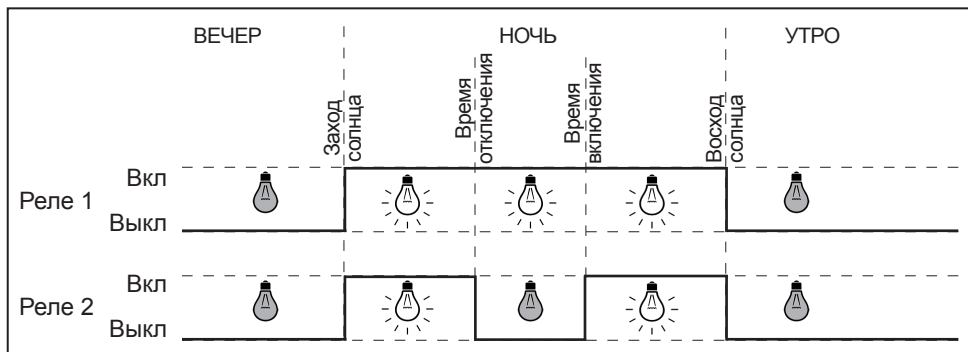

Рисунок 4. Схема работы Реле 1 и Реле 2 при ночном отключении
- отключать освещение в заданный промежуток времени, обычно для экономии электроэнергии — глубокой ночью, см. рисунок 4;